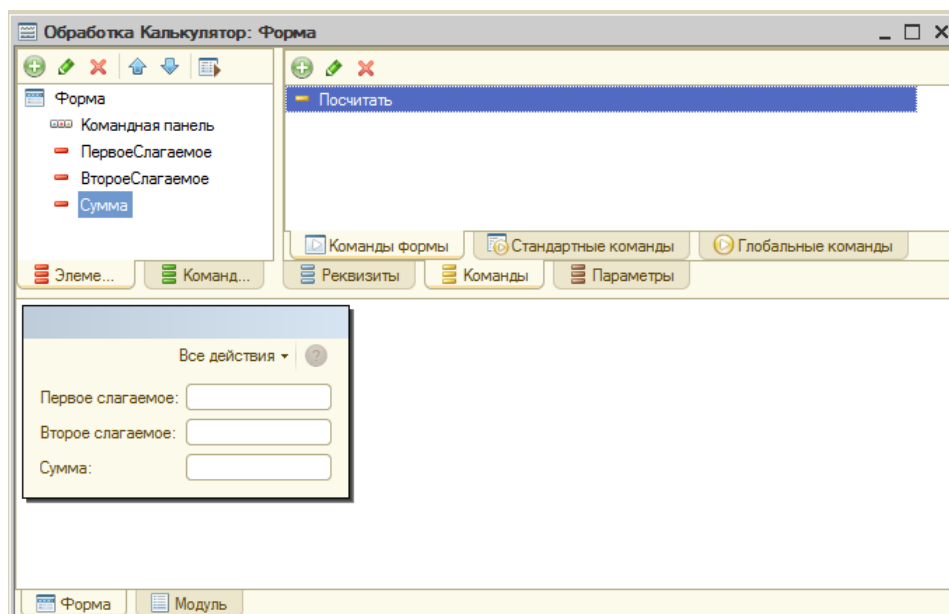

Рисунок 129 Добавление команды
6. На вкладке **Команды** в правой верхней части добавьте команду **Посчитать** в область **Команды** формы (рис. 129).